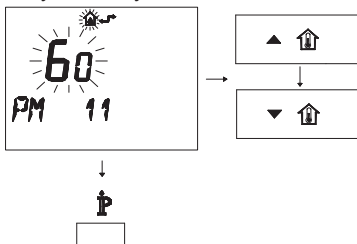

Рисунок 5.63
- Измените заданное значение при помощи кнопок **▲** **⬆** или **▼** **⬆** и подождите, пока заданная цифра не начнет мигать (Рисунок 5.63). Каждое изменение в сторону увеличения или уменьшения соответствует 1 секунде.